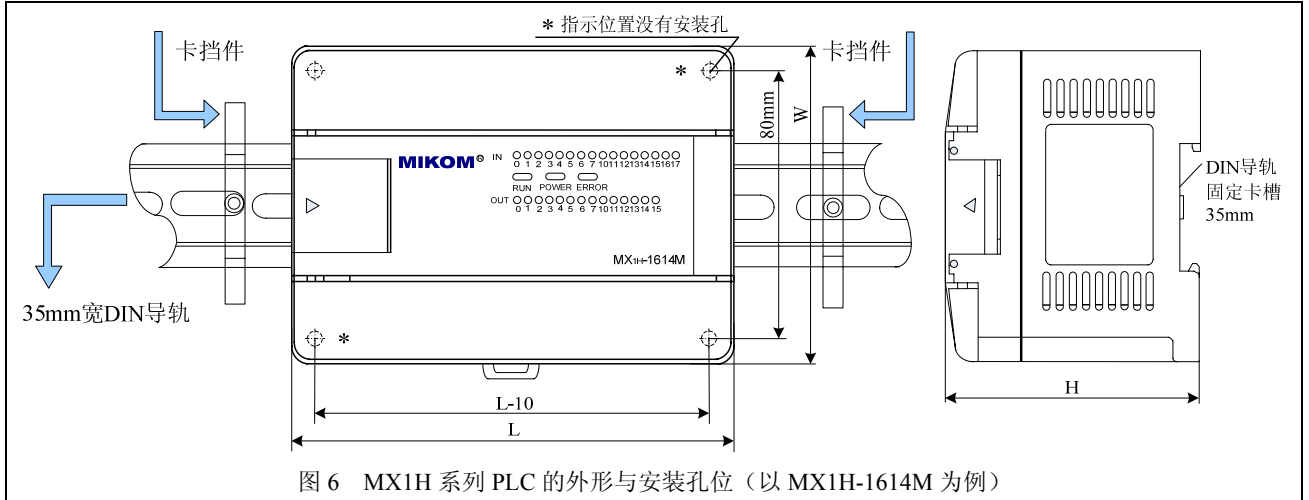
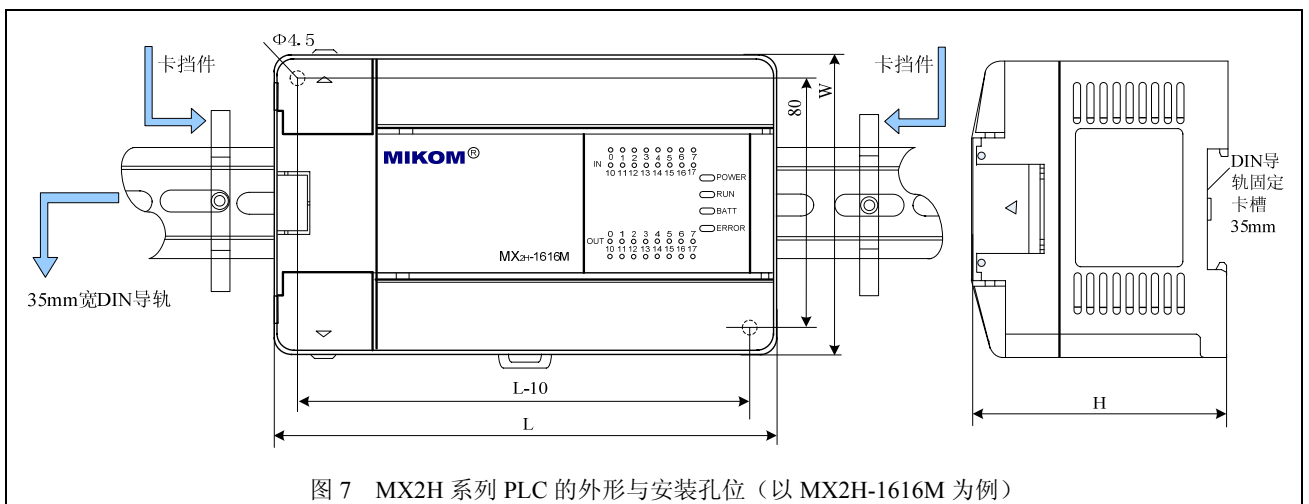
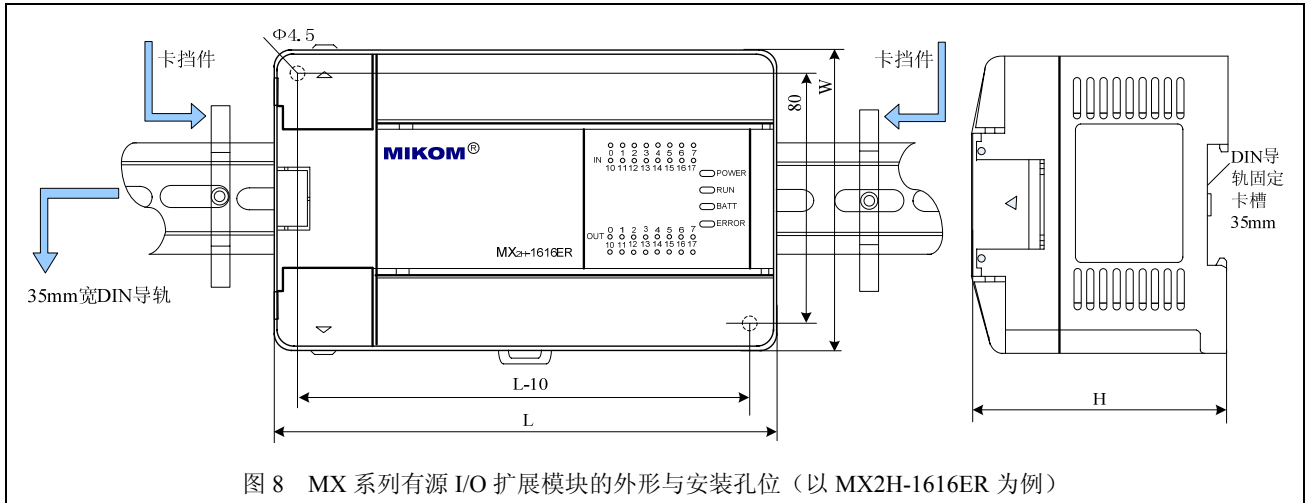
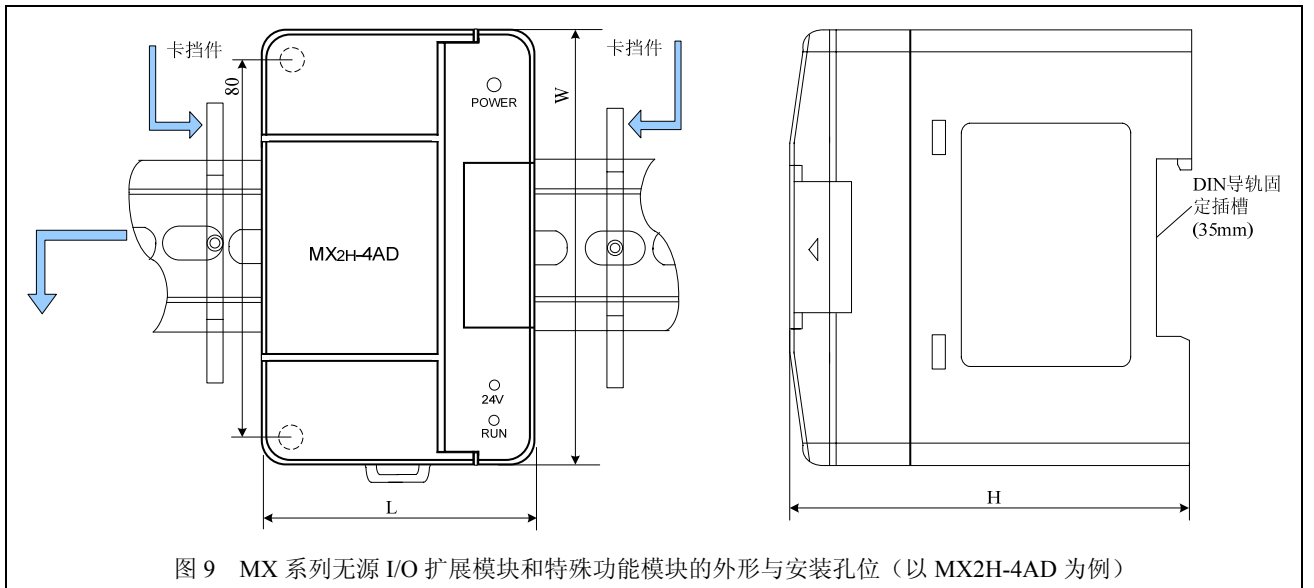

图 6 MX1H 系列 PLC 的外形与安装孔位 (以 MX1H-1614M 为例)
图 7 MX2H 系列 PLC 的外形与安装孔位 (以 MX2H-1616M 为例)
图 8 MX 系列有源 I/O 扩展模块的外形与安装孔位 (以 MX2H-1616ER 为例)
图 9 MX 系列无源 I/O 扩展模块和特殊功能模块的外形与安装孔位 (以 MX2H-4AD 为例)
- ◆ 为防止机器内部温度过高，请采用正常的壁挂方式安装，如图 6、图 7、图 8、图 9 中的左图所示，要求上下留有一定空间作为散热空间。